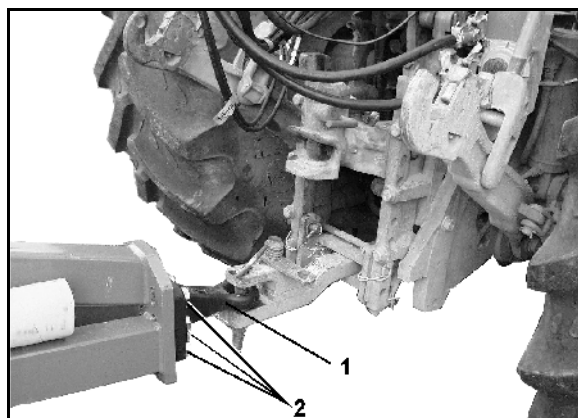

Рис. 35
При снятом агрегате высота тяговой серьги (Рис. 35/1) может быть подогнана по трактору.
- Ослабьте винты (Рис. 35/2) и привинтите тяговую серьгу на нужной высоте.